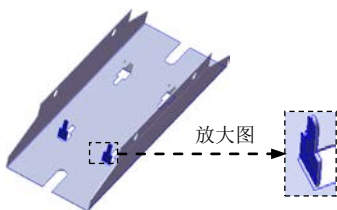
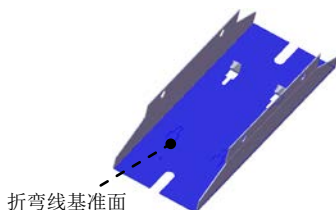

图 11.2.45 绘制的折弯 7
图 11.2.46 固定侧的位置
(4) 定义钣金参数属性。在 **折弯参数(P)** 区域的 文本框中输入折弯角度值 90.0, 在 **折弯位置:** 区域中单击“折弯在外”按钮 。
(5) 单击 按钮, 完成绘制的折弯 6 的创建。
Step17. 创建图 11.2.45 所示的钣金特征——绘制的折弯 7。
(1) 选择命令。选择下拉菜单 **插入(I)** → **钣金(H)** → **绘制的折弯(S)...** 命令 (或单击“钣金”工具栏上的“绘制的折弯”按钮)。
(2) 定义特征的折弯线。
① 定义折弯线基准面。选取图 11.2.46 所示的模型表面作为折弯线基准面。